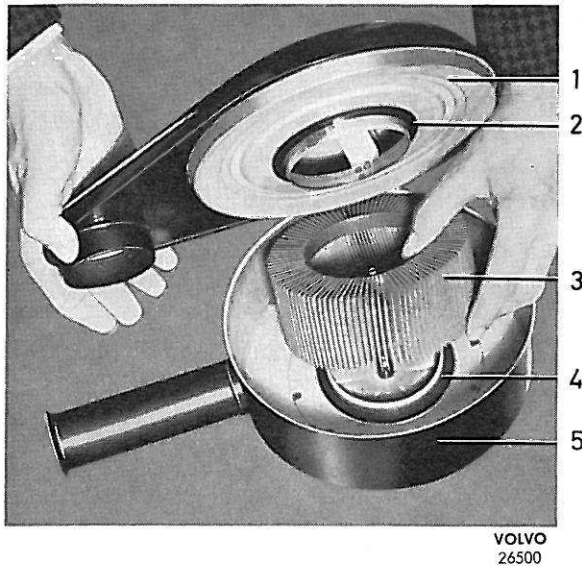

Figure 94. Filtre à air, remplacement de la cartouche, type I
2. Déposer la partie supérieure du filtre et enlever la cartouche (3, figure 94).